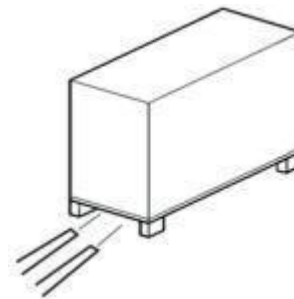

Рис. 24: Транспортировка с помощью вилочного погрузчика
1. Подвести вилочный погрузчик вилами так, как показано на Рис. 24.